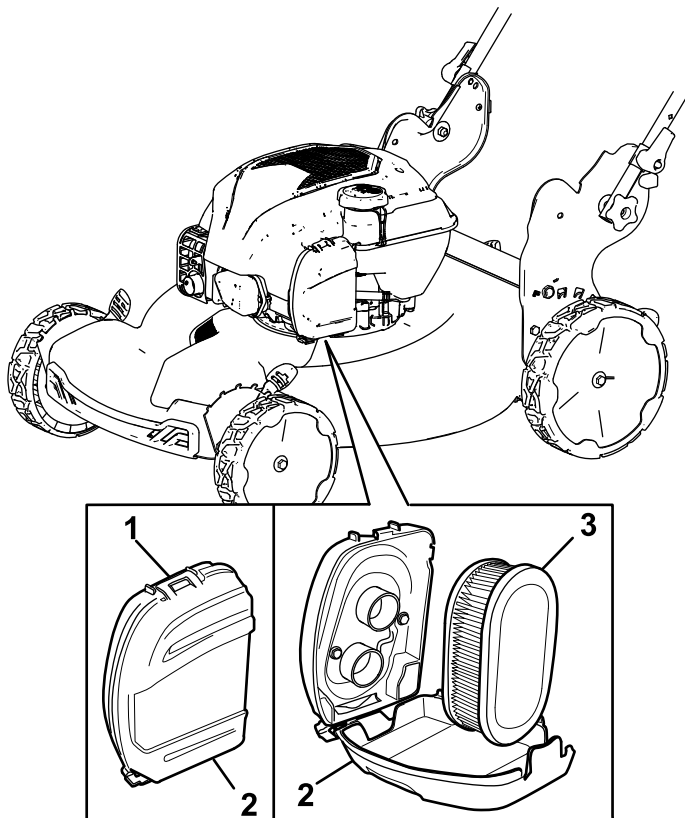

Figura 18
1. Desencaixe a parte superior da cobertura do filtro de ar (Figura 18).
2. Retire o filtro de ar (Figura 18).